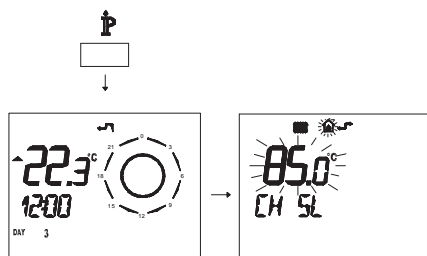

Figura 5.45
- Pulse durante más de 3 segundos el botón **IP** para entrar en la modalidad **INFO** (Figura 5.45).